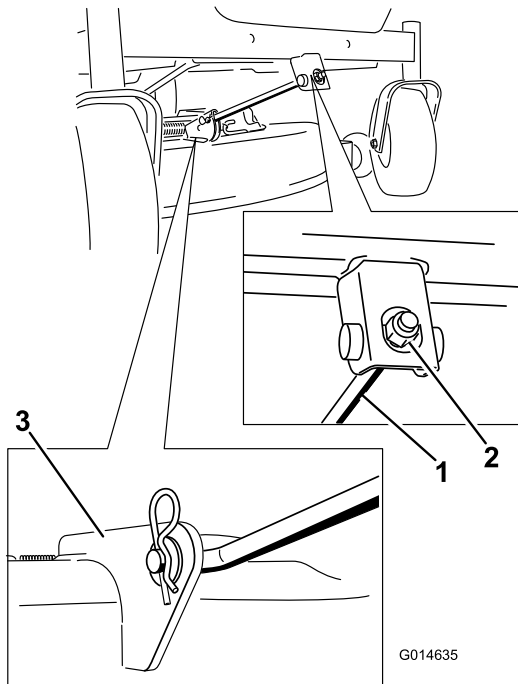

Bild 70
5. Entfernen Sie den Splint von der vorderen Stützstange und nehmen Sie die Stange aus der Mähwerkhalterung (Bild 70).
6. Befestigen Sie die vordere Stützstange mit den Lastösenbolzen und Splints am Mähwerk (Bild 70).